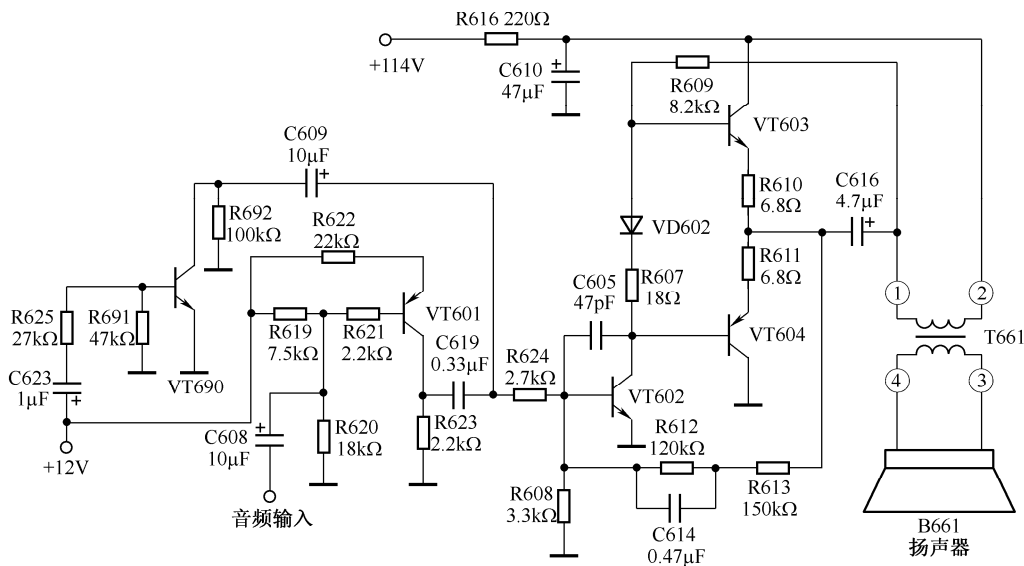

图 2-1 电阻器故障在路检测操作电路
以东芝 TA 两片机芯电视机伴音功放电路为例进行操作设计，电路如图 2-1 所示。
1) 用万用表测量图 2-1 所示电路中各电阻器的阻值，注意万用表的红/黑表棒使用技巧，将实测阻值与实际阻值列表比较，分析哪些电阻器的实测值与实际值相近。
2) 在图 2-1 所示电路中，人为地将一些电阻器设置为开路损坏，要求能用万用表找出阻值为无穷大的损坏电阻。